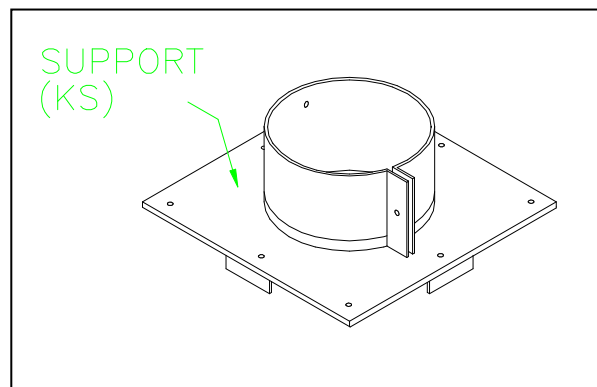

Figure 2
3. Lors de la traversée du plafond, installer le support (KS) sur le dessus, centré sur le trou et le rattacher à la structure du bâtiment avec des clous (Fig. 2 & 3).